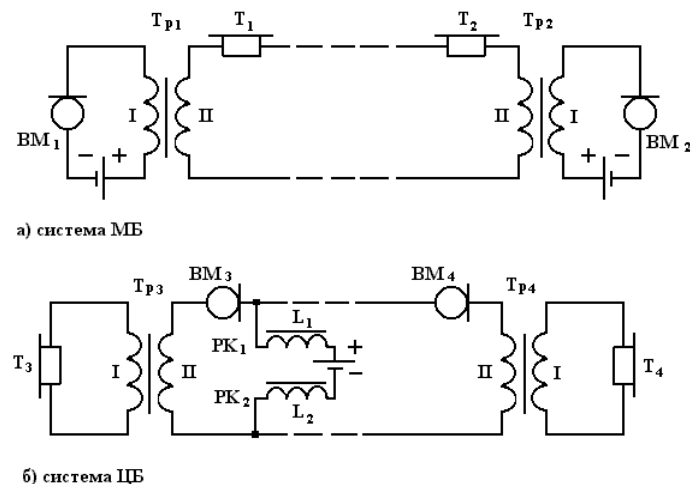

Рисунок 7.5 - Системы телефонной связи: МБ (а); ЦБ (б)
1. Система местной батареи (МБ) (рисунок 7.5, а).
2. Система центральной батареи (ЦБ) (рисунок 7.5, б).